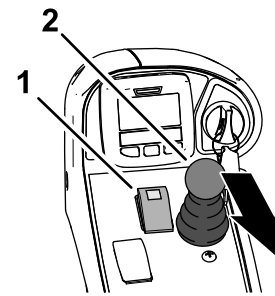

Figure 46
1. Placez la commande de PDF à la position DÉSENGAGÉE (Figure 46).